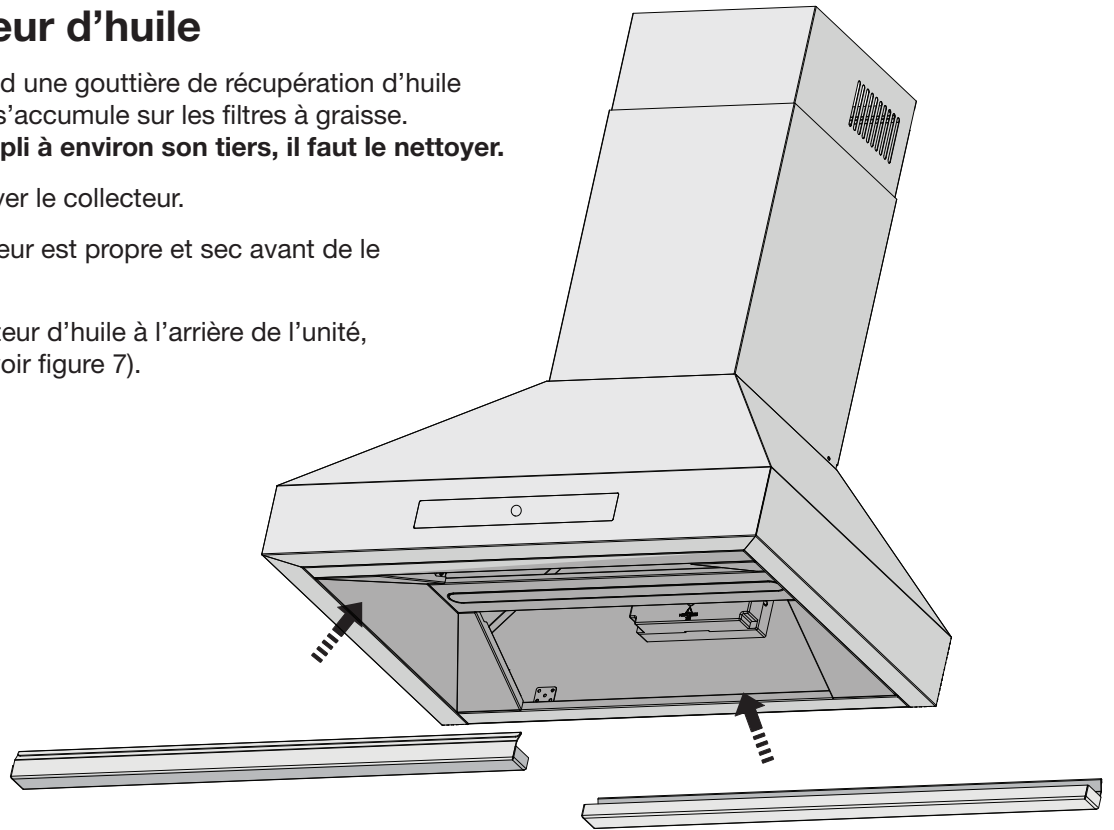

Figure 7
- Inclinez et insérez le collecteur d'huile à l'arrière de l'unité, puis poussez-le en place (voir figure 7).